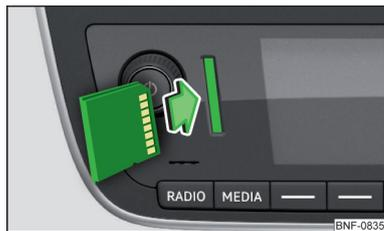

Fig. 104
- **Introducir** la tarjeta SD en la ranura en el sentido de la flecha con la esquina cortada y ajustada hacia arriba hasta que "enclave" » fig. 104.